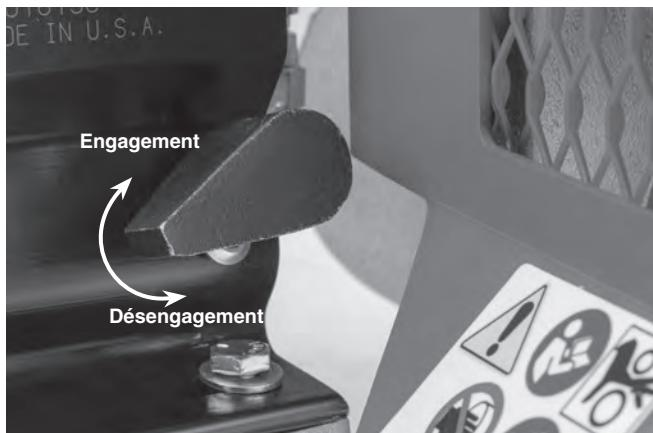

Figure 11 – Position du levier d'engagement de la pompe
- Pour désengager le galet de rainurage, rabaissez le levier (*Figure 11*).